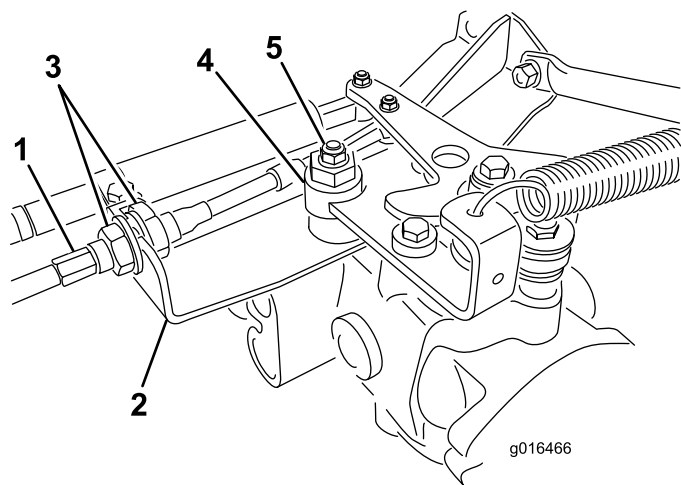

図 42
A. 走行ケーブルを油圧トランスミッションのバルクヘッドに取り付けているジャムナット 図 42 を両方ともゆるめる。調整ができるよう、ジャムナットは十分に、また均等にゆるめること。
注 偏芯ナットをトランスミッション上部に止めているナット図 42をゆるめる。
- 調整ができれば固定ナットを締める図 42。
- バルクヘッドのそれぞれの側から、ロックナットを均等に締め付けて、ケーブルを固定する図 42。ケーブルをねじらないように注意すること。